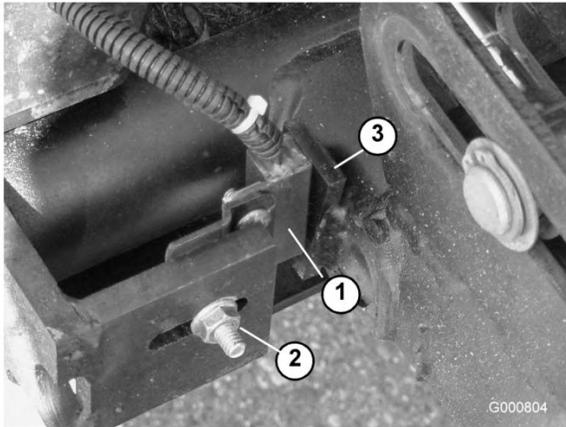

Bild 89
- Lösen Sie die Schlossschraubenmutter, mit der die Hubarm-Schalterhalterung an den Hubarmen Nr. 4, Nr. 6 und Nr. 7 befestigt ist (Bild 89). Bild zeigt Nr. 4.